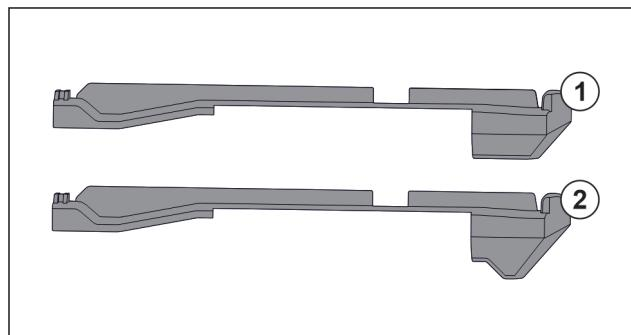

Fig. 123 Порівняння вставних частин
У пристрій є дві різні вставні частини. Вставна частина над самим нижнім висувним ящиком Fig. 123 (2) має трикутний край. Всі інші вставні частини Fig. 123 (1) мають прямий край.
- Розмістити вставну частину Fig. 123 (2) з трикутним краєм над самим нижнім висувним ящиком.
- Розмістити вставну частину Fig. 123 (1) з прямим краєм у всіх інших місцях.